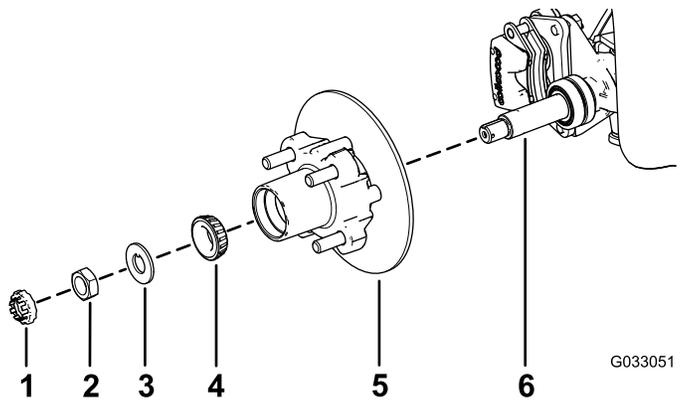

Figura 27
1. Aplique una ligera capa de la grasa especificada en el eje (Figura 27).
2. Monte el cubo y el rotor en el eje con el rotor hacia dentro (Figura 27).
3. Monte el cojinete exterior en el eje y acople el cojinete al anillo de rodadura exterior (Figura 27).
4. Monte la arandela con pestaña en el eje (Figura 27).
5. Enrosque la tuerca en el eje y apriétela a 15 N·m (11 pulgadas-libra), mientras gira el cubo para acoplar el cojinete (Figura 27).
2. Alinee las pastillas de freno en cada lado del rotor (Figura 23) y los orificios del soporte de la pinza con los orificios en el montaje del freno del eje (Figura 27).